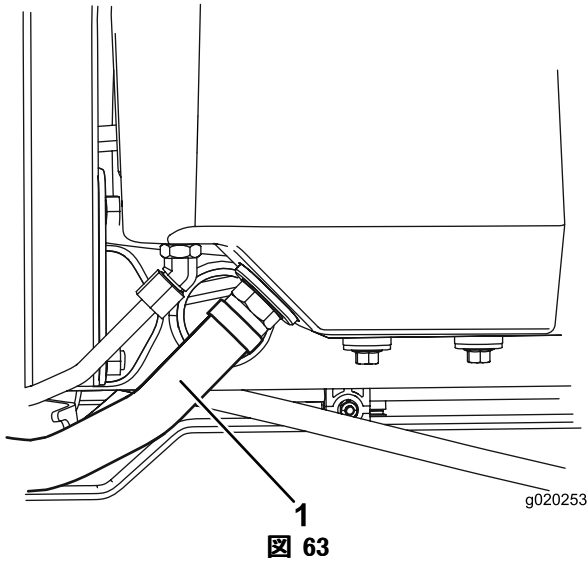

図 63
2. タンクから大きい油圧オイルホース (図 63) を外し、流れ出すオイルを容器に受ける。オイルが完全に抜けたらホースを元通りに取り付ける。